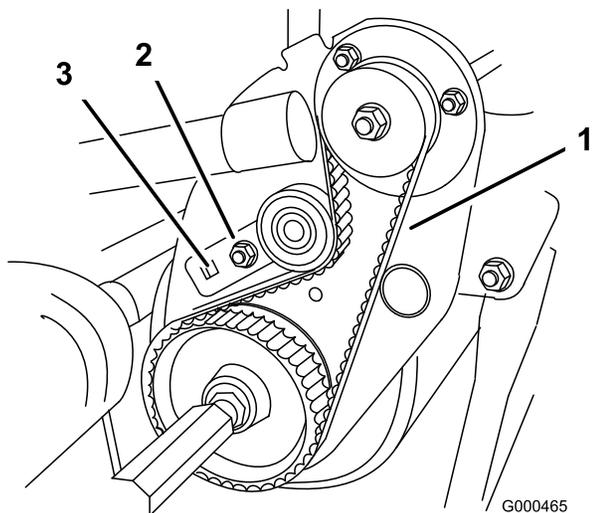

Figura 41
- B. Usando una llave dinamométrica de 3/8 pulgadas, gire el soporte de la polea tensora con una fuerza de 4–4,5 Nm para ajustar la tensión de la correa (Figura 41). Apriete el perno del soporte de la polea tensora. No tense demasiado la correa.